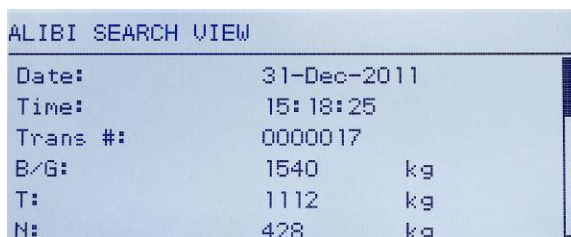

Figura D-2: Vista de los resultados de búsqueda de la memoria alibi
- Aparece la pantalla Ver búsqueda de memoria alibi (Alibi Search View) con los resultados de la búsqueda ordenados cronológicamente. El registro más actual aparecerá primero. Cada registro adicional puede verse al presionar la tecla de navegación ABAJO. La Figura D-2 incluye una serie de pantallas para mostrar el contenido de otros registros disponibles en la vista.